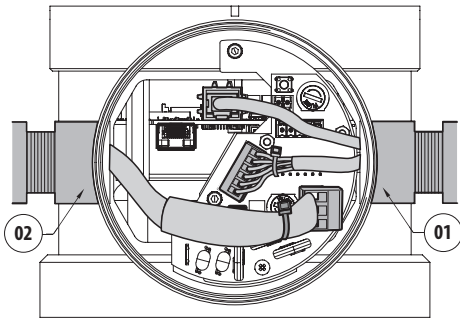

Fig. 17
Pour les installations selon les normes UL/CSA, les câbles Ethernet, alarmes, reset, relais et fibres optiques doivent être insérés dans l'entrée câbles à droite (01), comme indiqué dans la figure ci-après (Fig. 17, page 32).
Pour les installations selon les normes UL/CSA, faire passer le câble d'alimentation à travers l'entrée de câbles à gauche (02), comme indiqué en figure (Fig. 17, page 32).